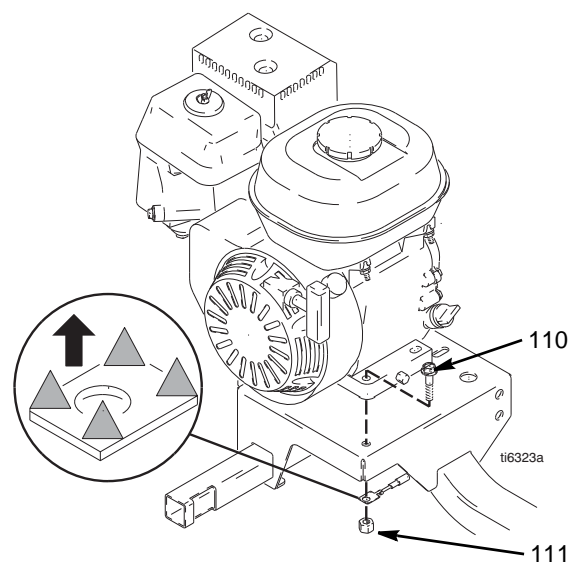

FIG. 13
3. FIG. 13. Fjern de to låsemøtrikker (111) og skruer (110) fra bunden af motoren.
2. FIG. 13. Isæt de to skruer (110) i bunden af motoren, og fastgør med låsemøtrikker (111). Tilspænd med et moment på 27,12 Nm.
2. Fig. 13. Fjern de to skruer (108), og åbn dækslet (62a).